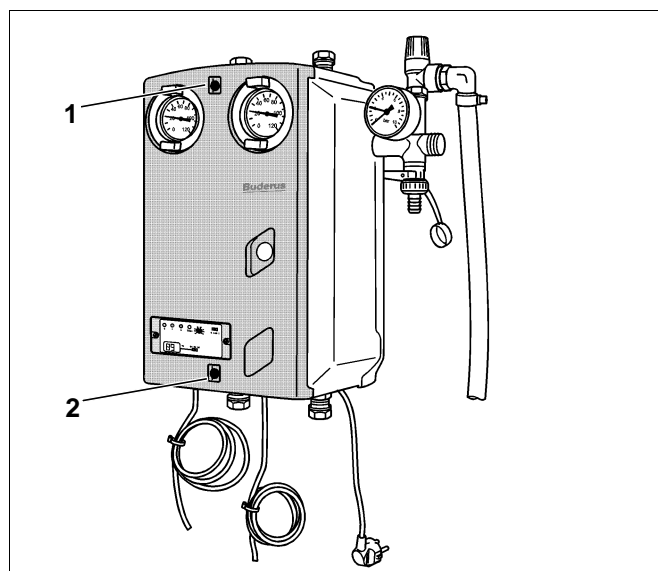

Fig. 14 Set idraulico ad una utenza
- 1 Togliere la calotta del set idraulico completo (con isolamento termico frontale). Per farlo, si devono svitare entrambe le viti di plastica (fig. 14, **pos. 1 e 2**).